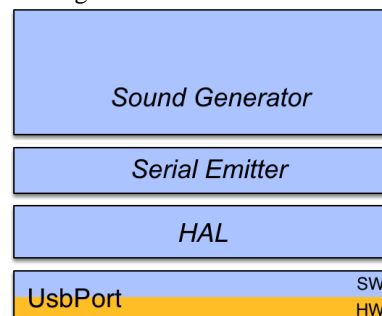

Figura 2 – Diagrama lógico do módulo *Control* de interface com o módulo *Sound Generator*
- O módulo *SSC* recebe em série uma mensagem constituída por 4 *bits* de informação e um *bit* de paridade. A comunicação com este módulo, realiza-se segundo o protocolo ilustrado na Figura 2, em que o *bit RS* é o primeiro *bit* de informação e indica se a mensagem é de controlo ou dados. Os seguintes 4 *bits* contêm os dados a entregar ao *Sound Generator*. O último *bit* contêm a informação de paridade ímpar, utilizada para detetar erros de transmissão. A figura 2b representa as instruções possíveis que o *Sound Generator* pode realizar.
Implementou-se o módulo *Control* em *software*, recorrendo a linguagem Java e seguindo a arquitetura lógica apresentada na Figura 2.